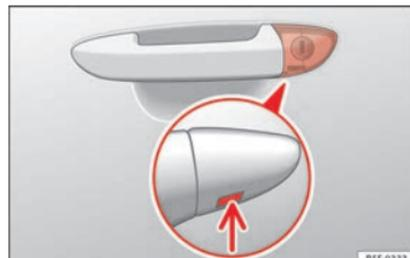

Fig. 3 Poignée de la porte du conducteur : barillet de serrure caché.
- Introduisez le panneton dans l'ouverture inférieure du cache de la poignée de la porte du conducteur » » fig. 3 (flèche) et soulevez le cache.